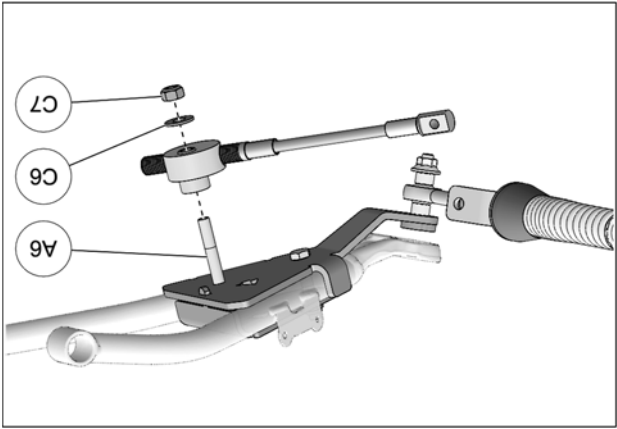

Fig. 24
14. Assembler le disque en aluminium du limiteur de conduite à l'ancrage avant en utilisant le boulon (A6) précédemment inséré dans l'ancrage, la rondelle (C6) et l'écrou (C7). Serrer l'écrou à un couple de 50 N•m [37 lb•pi]. Fig. 24